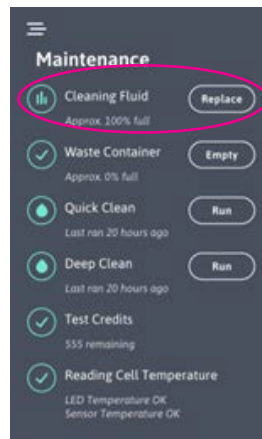

Abbildung 36
5. Tippen Sie im Untermenü „Wartung“ auf die Schaltfläche „Reinigungsflüssigkeit ersetzen“, um den Zähler zurückzusetzen (Abbildung 36).